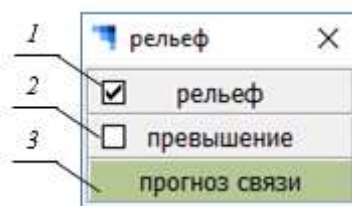
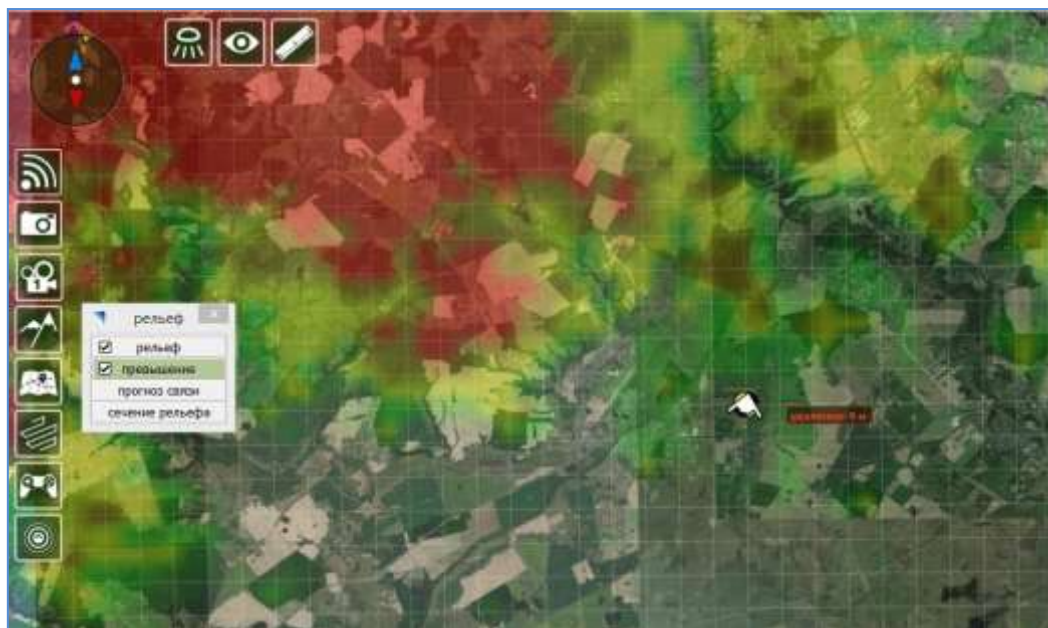
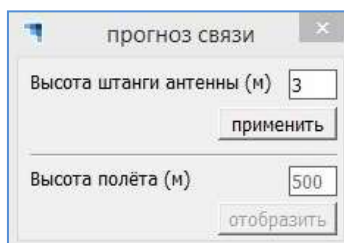

Рисунок 51 – Окно «Рельеф»
Рисунок 53 – Карта превышения рельефа
Рисунок 54 – Окно «Прогноз связи»
8.4 Инструмент «Рельеф» предназначен для открытия/закрытия окна «Рельеф» (Рисунок 51), позволяющего визуализировать влияние рельефа местности на возможность безопасного выполнения полета БВС.
- строка «Рельеф» (Рисунок 51, поз 1) – содержит поле, позволяющее включать/выключать функцию отображения запаса высоты БВС относительно рельефа местности. Активное состояние кнопки обозначается символом «галка». Карта местности в радиусе 10 км относительно текущего положения БВС подсвечивается цветом в зависимости от разницы между абсолютной высотой БВС и высотой рельефа (Рисунок 52):
- строка «Превышение» (Рисунок 51, поз 2) – содержит поле, позволяющее включать/выключать функцию отображения превышения высоты рельефа местности относительно высоты точки старта БВС. Функция активируется с помощью символа «галка». Карта местности подсвечивается цветом в зависимости от величины превышения рельефа над высотой точки старта БВС (Рисунок 53):
- кнопка «Прогноз связи» (Рисунок 51, поз 3) включает/выключает отображение окна «Прогноз связи» (Рисунок 54), позволяющего произвести расчет дальности связи между НСУ и БВС с учетом высоты поднятия антенны, высоты полёта БВС, рельефа местности и кривизны Земли. Выполнение расчета производится следующим образом: